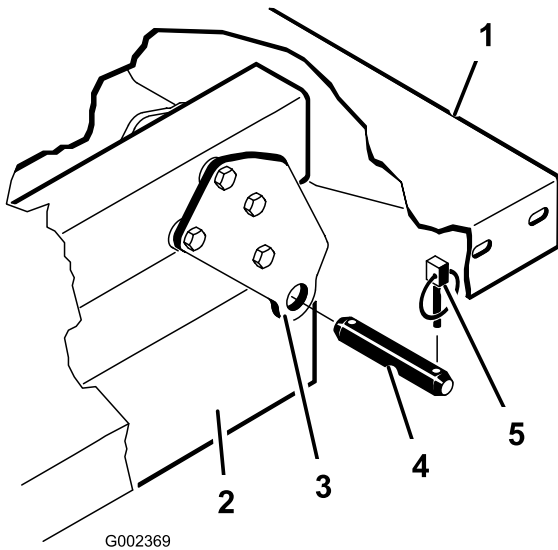

Figura 4
6. Retire los pasadores de seguridad y los pasadores que fijan las placas de giro al bastidor (Figura 4).